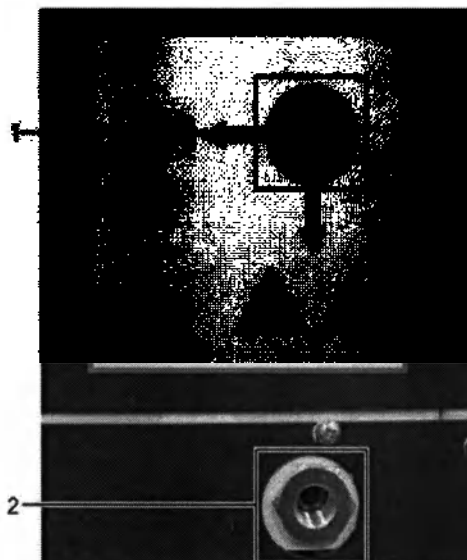

Рисунок 18. Клапан входа (1) и выхода (2) пара
1. Подключите инструмент для отвода пара во внешнюю систему (п.2 Рис. 18)
3. Если потребуется - отсоедините систему внешнего отведения паров (см. пункт 2 на Рис.18) . Вы можете оставить эту систему подключенной, так как клапан эффективно изолирует выход.